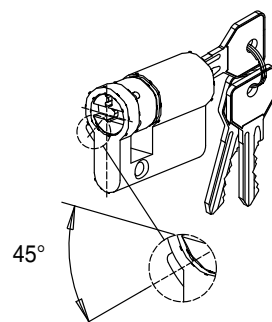

FIG. 20
4. Inserire il cilindro in vostro possesso, con la camma regolata come in fig. 20, nel blocco cilindro e ripetere a ritroso i punti precedenti (avvitare la vite laterale sul cilindro in modo da fissarlo; inserire il blocco cilindro nell'elettromaniglia e riavvitare le viti poste sul retro della stessa).
4. Introduce the owner's cylinder (with the cam adjusted as shown in fig. 20) in the cylinder block and reverse the order of the above operations (screw in the cylinder side screw to lock the cylinder; introduce the cylinder block in the electric handle and screw in the screws on the back of the handle).
4. Insérer le nouveau cylindre avec la came réglée de la manière indiquée sur la fig. 20, dans le bloc-cylindre et répéter les points précédents du dernier au premier (serrer la vis latérale sur le cylindre de manière à le fixer ; insérer le bloc-cylindre dans la poignée électrique et resserrer les vis situées sur la partie arrière).
4. Introduzca el cilindro en su poder (con la leva regulada como en la Fig. 20) en el bloque del cilindro y repita en orden inverso los puntos anteriores (enrosque el tornillo lateral en el cilindro para fijarlo, introduzca el bloque del cilindro en la electromanilla y enrosque los tornillos situados en la parte posterior de esta última).
4. Setzen Sie Ihren Zylinder mit dem wie auf Abb. 20 zu sehen regulierten Nocken in den Zylinderblock ein und führen Sie die vorstehenden Punkte in umgekehrter Reihenfolge aus (schrauben Sie die seitliche Schraube in den Zylinderblock ein und befestigen Sie ihn so. Setzen Sie den Zylinderblock in den Elektrodrücker ein und schrauben Sie wieder die rückseitigen Schrauben ein).
4. Breng de cilinder die u al in bezit had, met de nok afgesteld zoals in fig. 20, aan in het cilinderblok en herhaal de voorgaande punten in omgekeerde volgorde (draai de schroef aan de zijkant van de cilinder aan om de cilinder te bevestigen; breng het cilinderblok aan in de elektrische handgreep en draai de schroeven op de achterkant van de handgreep weer aan).